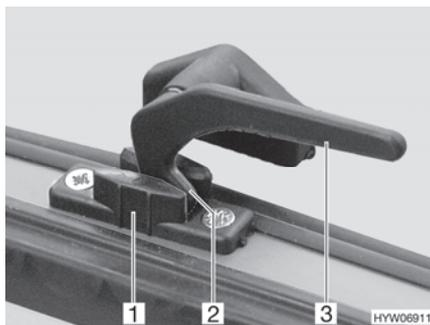

Fig. 48 Levier de verrouillage en position "Aération permanente"
- En position "Aération permanente" (Fig. 48)
- Tourner tous les leviers de verrouillage (Fig. 48,3) d'un quart de tour vers le centre de la fenêtre.
- Remettre tous les leviers de verrouillage en position initiale. Le tenon de verrouillage (Fig. 48,2) doit pénétrer alors dans le logement prévu à cet effet dans le verrouillage de fenêtre (Fig. 48,1).